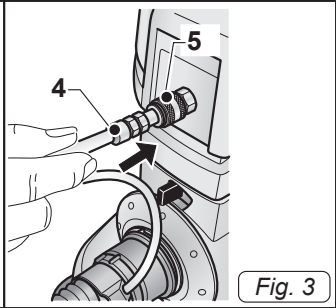

Fig. 3
- Подсоединить трубку (4 Рис. 3) подачи моющего средства к быстрому соединению (5 Рис. 3); для ее отсоединения толкнуть быстрое соединение (5 Рис. 3) внутрь.